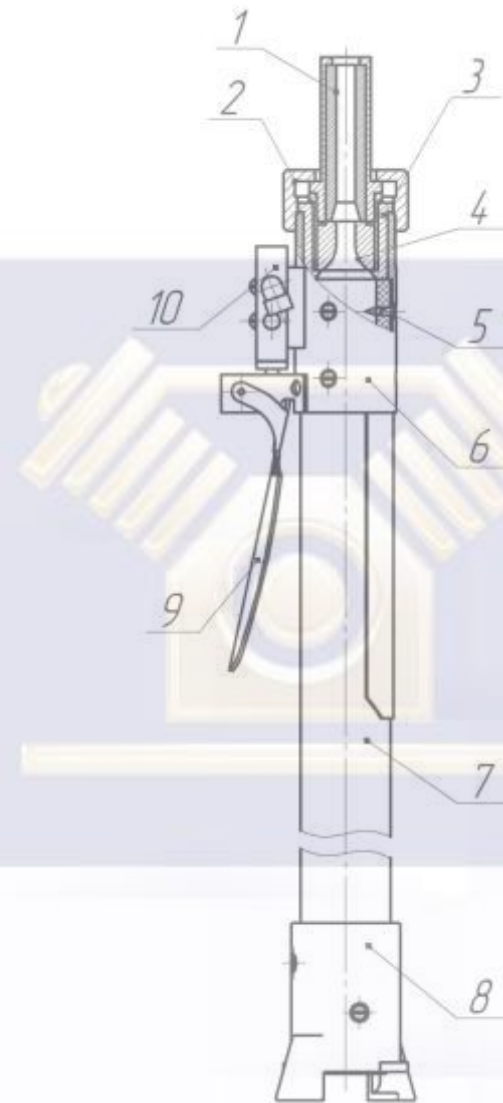
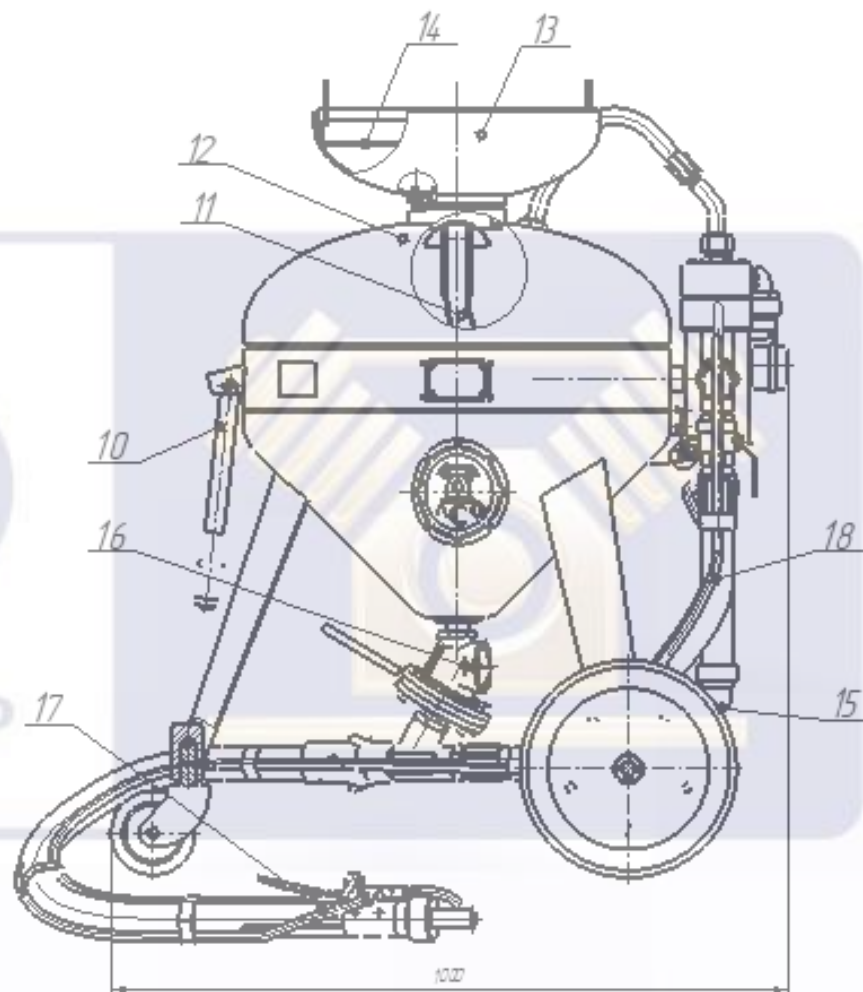
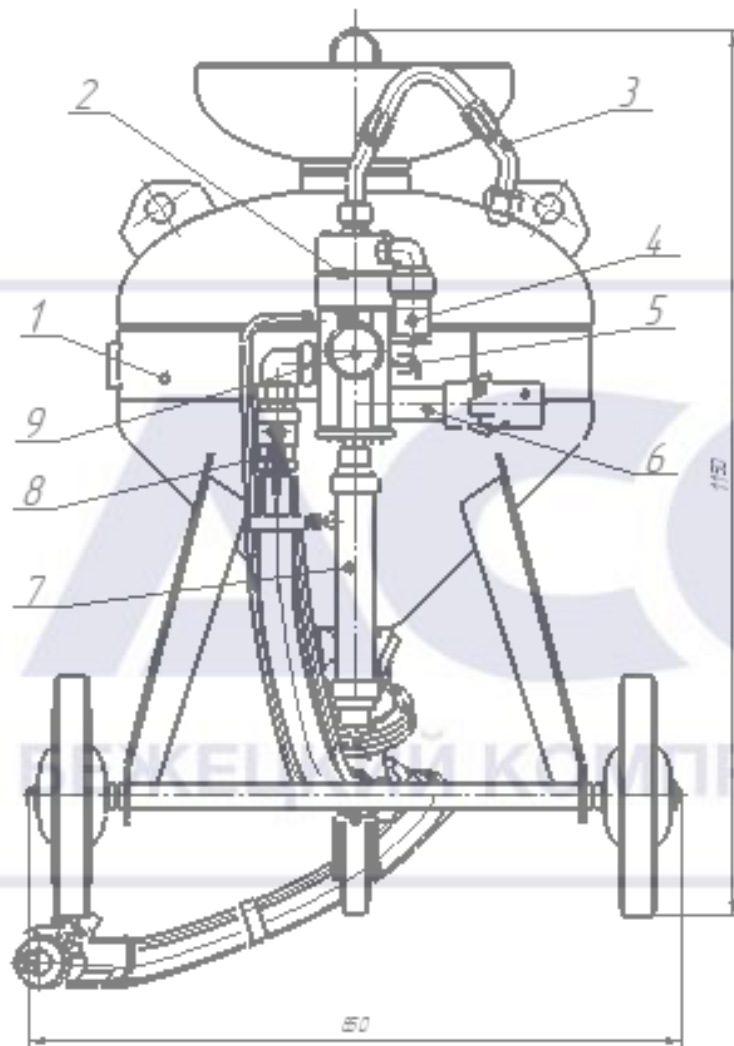

Рисунок 4. Напорный рукав.
Рисунок 2. Аппарат струйной очистки АСО-100.
Рисунок 1. Аппарат струйной очистки АСО-100.
3.1. Аппарат, рис.1, 2 состоит из следующих основных узлов: ресивер 1, загрузочный бункер 13, блок управления 2, дозатор 16, рукав напорный 17, рукава 3, 18.
4.1. Аппарат, рис.1, 2 представляет собой устройство, состоящее из ресивера 1, образующего рабочую камеру аппарата, загрузочного бункера 13 с сеткой 14, дозатора абразива 16, напорного рукава 17 и блока управления 2, обеспечивающего функциональное назначение аппарата.
ВНИМАНИЕ: Ежедневно, по окончании работы, необходимо слить воду из фильтра очистки воздуха 7 (рис. 1,2) через пробку сливную 15, находящийся на днище фильтра.
- 6.10. При незагруженном ресивере подать сжатый воздух в аппарат через патрубок 6 (рис.1). Нажимая на ручку 9 (рис.4) пневмораспределителя 10 убедиться в надежном срабатывании поршней блока управления, клапана загрузки, герметичности соединений рукавов и трубопроводов.
- 6.11. Отпустить ручку 9 (рис.4) и убедиться, что сжатый воздух из ресивера стравился в атмосферу через глушитель 4 (рис.1) и загрузочный клапан 12 (рис.2) опустился вниз, освободив загрузочное отверстие.
7.2. Рычагом дозатора 16 (рис.2) отрегулировать количество подаваемого абразива.